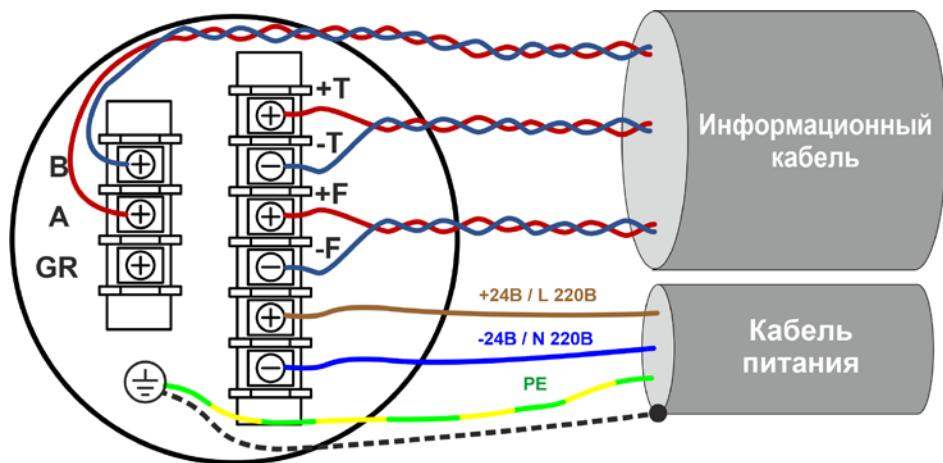

Рисунок 3.18 Подключение внешних соединений
**ВНИМАНИЕ!** Во избежание возникновения уравнивающих токов, запрещается подключать экраны информационных кабелей с обеих сторон. Экран информационного кабеля подключается со стороны внешних устройств. Экран кабеля питания подключается к клемме внутри корпуса ИП, как показано на рис. 3.18. При подключении выдерживать минимально возможную длину расплетенного экрана.